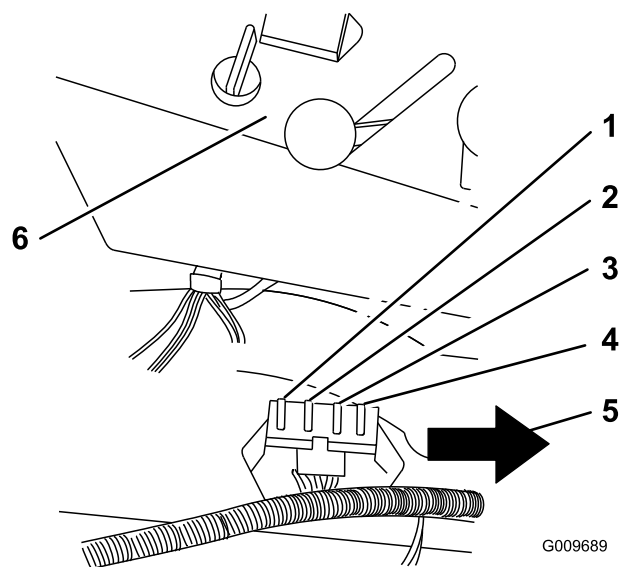

Figura 42
1. Alzate il sedile per accedere al portafusibili (Figura 42).
3. Montate un fusibile nuovo (Figura 42).